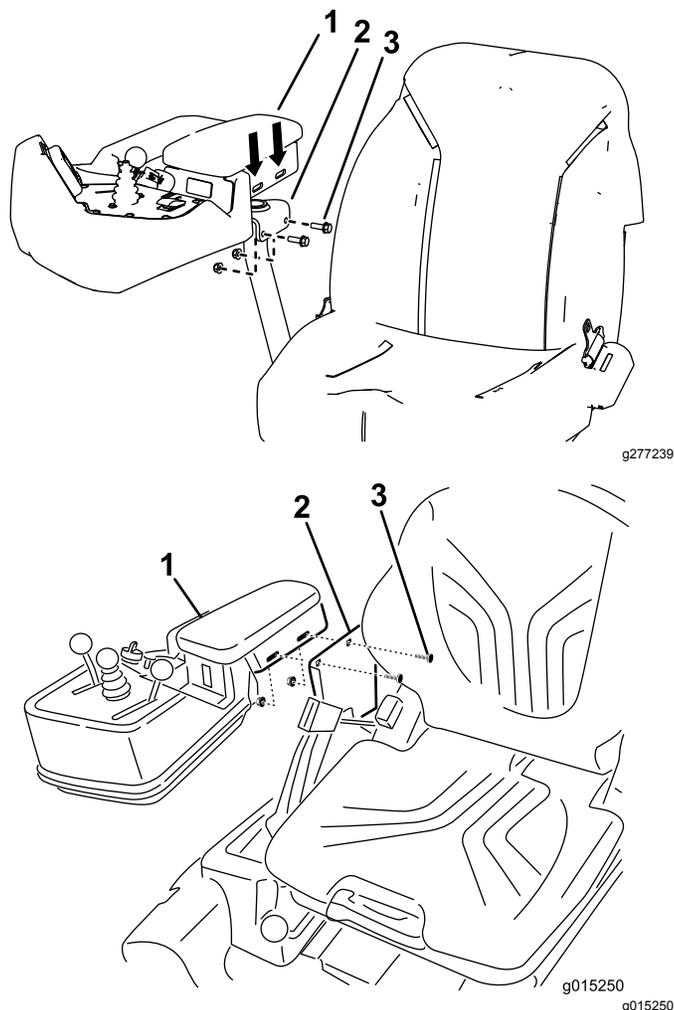

図 8
6. 先ほど取り外したフランジボルトとフランジナット各2を使って、アームレストを座席に取り付ける 図 8。
**注** アームレストをさらに調整したい場合には、アームレストを固定している金具をゆるめてアームレストを動かしてください 図 8。